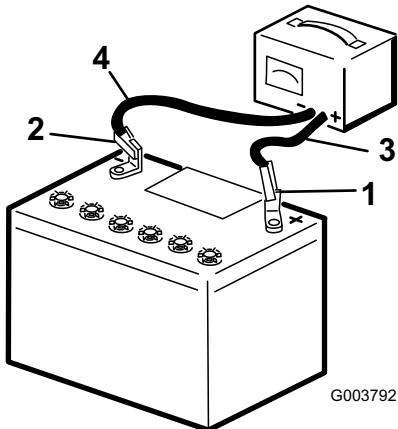

Figura 39
- Cargue la batería durante 10 a 15 minutos a 25–30 amperios, o durante 30 minutos a 4–6 amperios (Figura 39). No sobrecargue la batería.
4. Cuando la batería esté completamente cargada, desconecte el cargador de la toma de electricidad, luego desconecte los cables del cargador de los bornes de la batería (Figura 39).